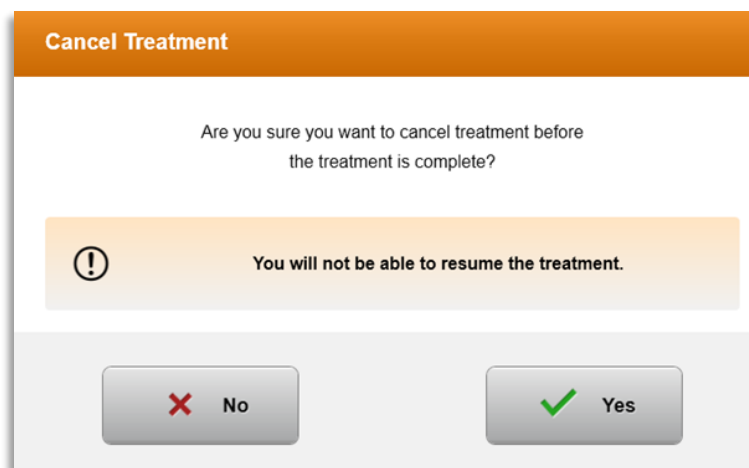

Abbildung 3-28. Abbruch der Teilbehandlung bestätigen
- Zur Warnung wird eine Pop-up-Seite angezeigt, wenn mitten in der Behandlung „Behandlung abbrechen“ (Cancel treatment) ausgewählt wird (siehe Abbildung 3-28).